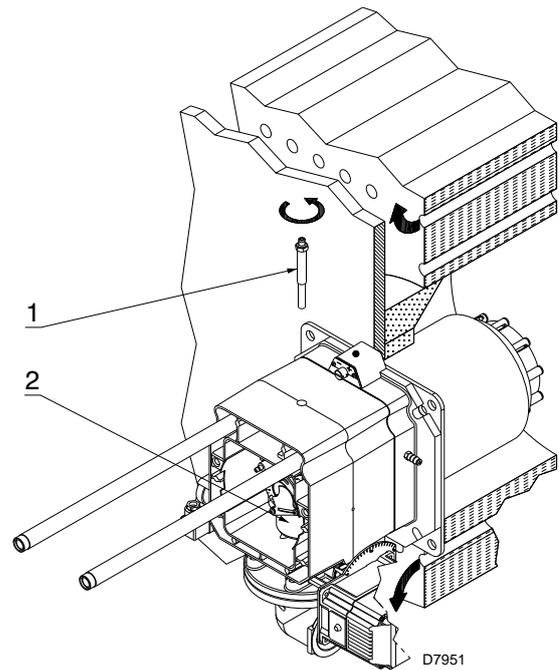

Fig. 15
- retirer la vis 1)(Fig. 15)
- extraire la partie interne 2)(Fig. 15) de la tête et en effectuer le réglage.
A ce moment de l'installation la tête de combustion est fixée à la chaudière comme sur la Fig. 15. Il est donc facile de la régler, le réglage dépend uniquement de la puissance maximale du brûleur.